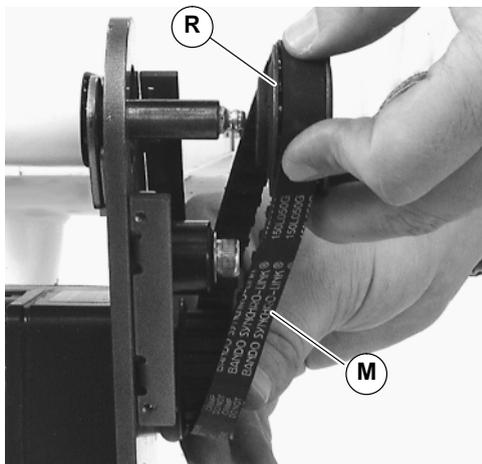

Abbildung 13
**HINWEIS:** Falls Antriebszahnscheibe (R auf Abbildung 13) ersetzt wird, Zahnriemenbelt (M) um Antriebszahnscheibe legen und Schritt 3 ausführen.